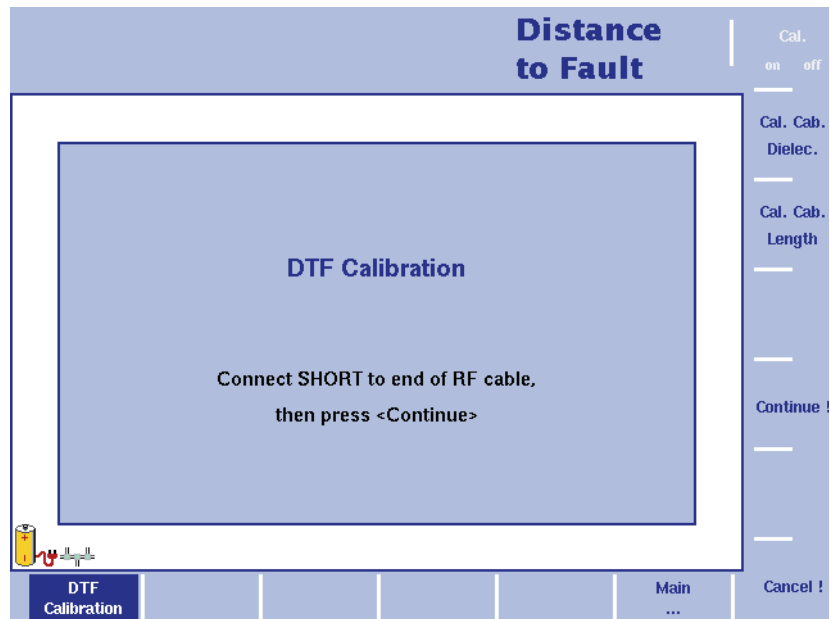

Abb. 48 Kalibrierungsmenü Distance to Fault
- 5 Der 9103 führt Sie Schritt für Schritt mit Hinweisen auf dem Bildschirm wie in Abbildung 48 durch den Kalibriervorgang. Schließen Sie auf Aufforderung den Kalibriersatz an das Verlängerungskabel für den Prüfanschluss an und drücken Sie auf **Continue**. Sie können den Kalibriervorgang mit dem Softkey **Cancel !** abbrechen.